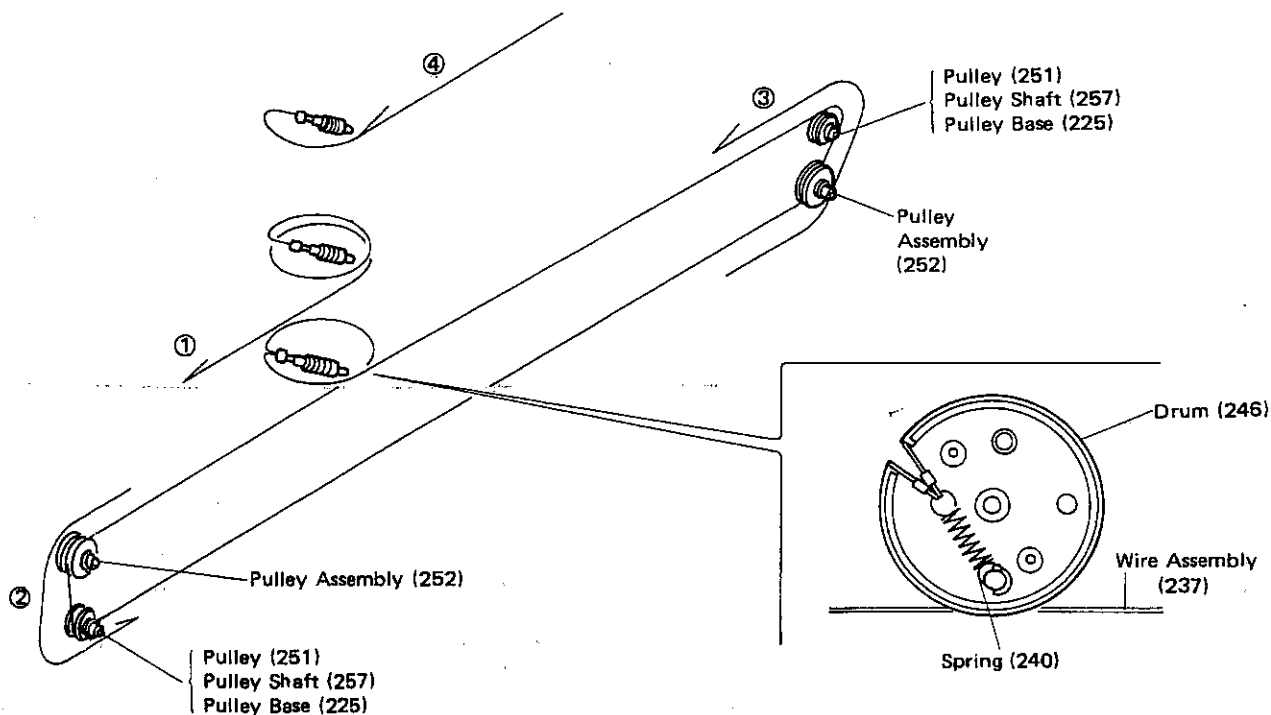

Figure 6-1
1. Turn the drum to the rest position, and stretch the wire in the numerical order as shown in Fig. 6-1.
1. Die Trommel bis zur Ruheposition drehen, dann den Draht gemäß Abb. 6-1 in der numerischen Reihenfolge spannen.
1. Tourner le tambour sur la position d'appui et passer le fil dans l'ordre numérique comme le montre la Fig. 6-1.